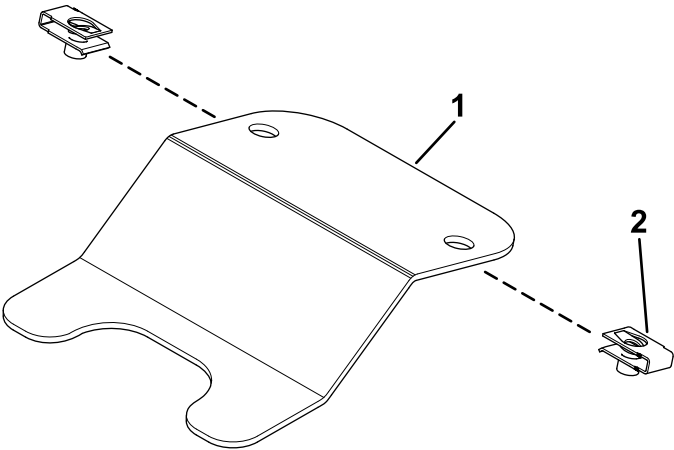

Figura 27
1. Instale 2 clips en el adaptador cautivo (Figura 27).